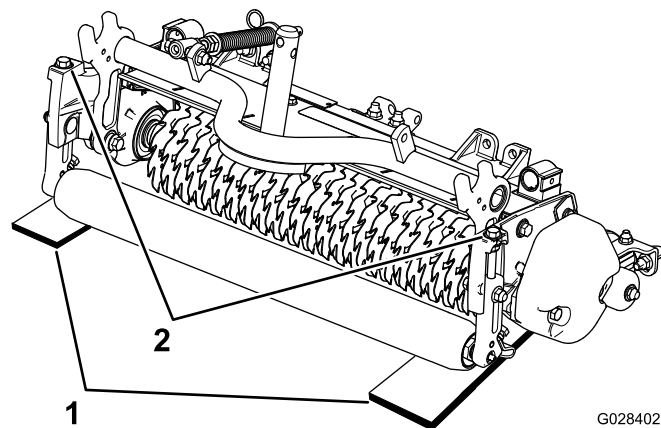

图9
2. 将 2 个调刀尺（厚度为所需的刀片穿透深度）放在切根刀滚刀的前、后滚筒下面（滚刀的两端）（图9）。
3. 旋转各剪草高度支架（图9）上的调节螺栓，使滚刀刀片的两端都接触到水平地面。